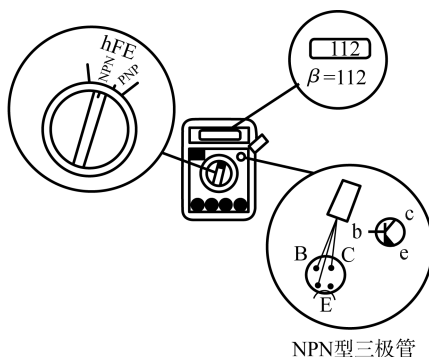

图 1-25 测量晶体三极管的 h_{FE} 值
(10)测量晶体三极管的 h_{FE} (见图 1-25)。